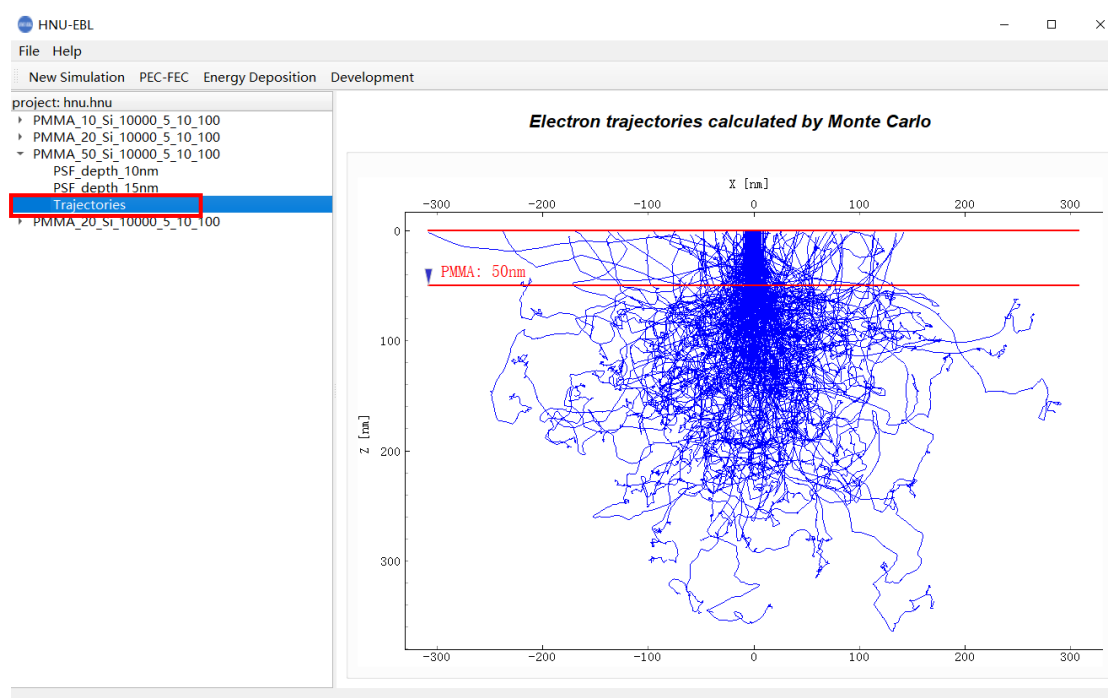

图 2.5.1 电子束散射拟合界面
(2)点击“Trajectories”显示电子束散射拟合结果（如图 2.5.1），为便于观察，红色标志线为相应 Monte Carlo 仿真中除基底外其他各层的层名和层厚。